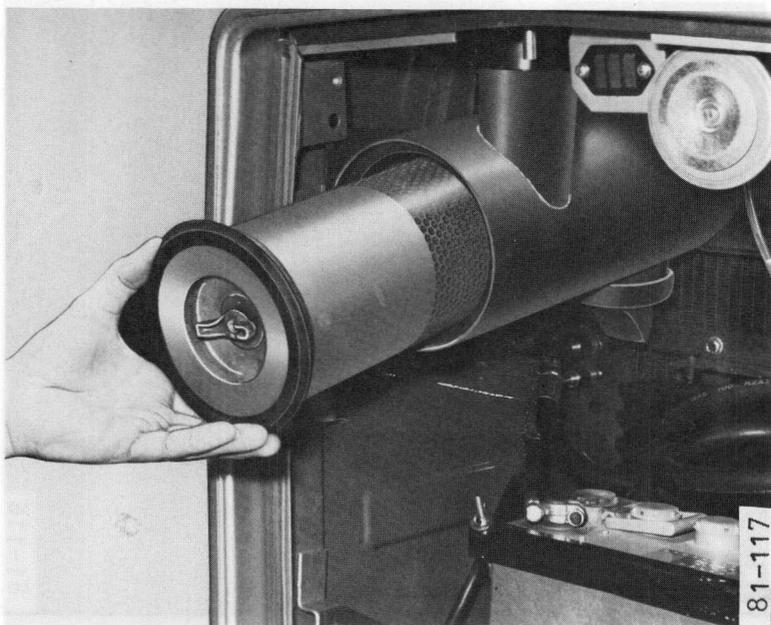

Fig. 10
- 3 – Dévisser l'écrou à oreilles. Retirer alors l'élément principal (fig. 10).